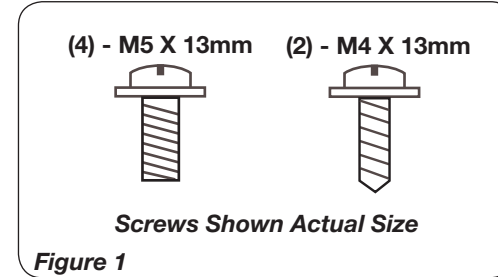

Figura 3
- Fije las mitades de la base con (2) tornillos M4 X 13 mm. Pase el **Cable Eléctrico** por el gran orificio que se encuentra del **Conjunto de la Base**. **NOTA:** El **Canal Para Cable** en la parte inferior de la base debe estar hacia la parte posterior del Calentador. (Figura 3)